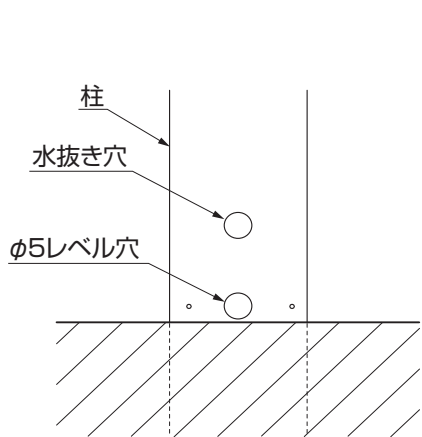

図2-1
- 各柱のレベル穴は水平にそろえて取付けてください。水平にそろっていないとフェンスの連結ができなかったり、上ブラケットが取付けられなくなる場合があります。(図2-1参照)